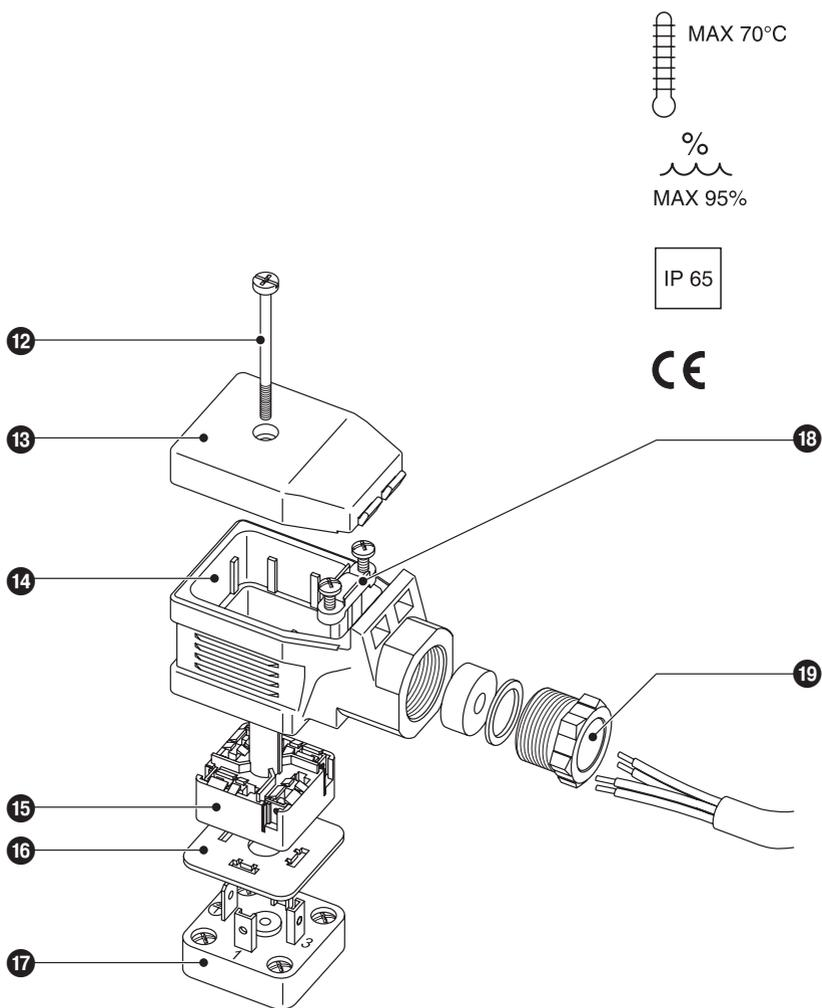

Fig. 11
1. Allentare la vite 12. Fig. 11